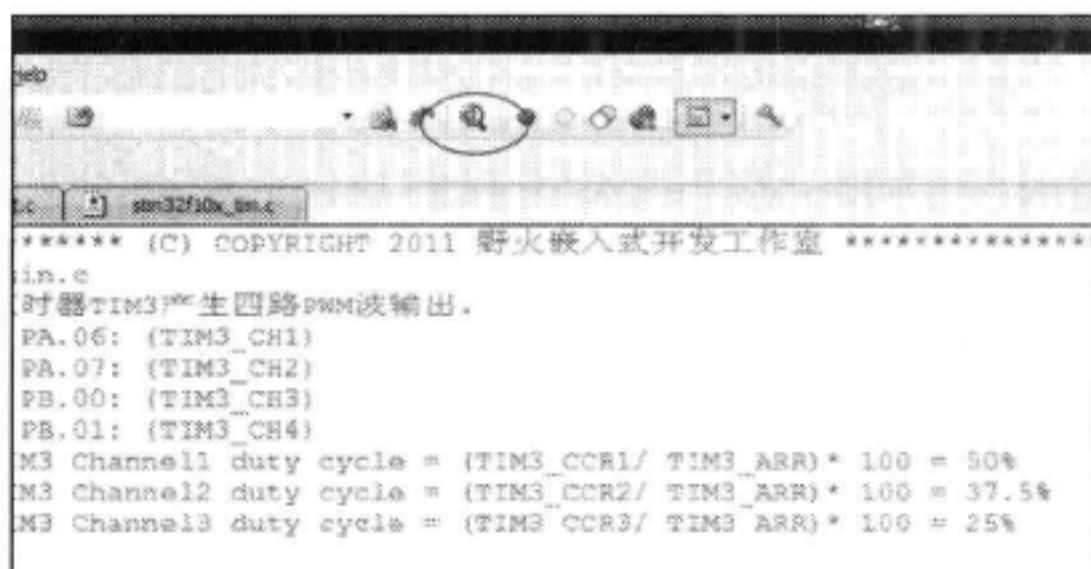

图 13-13 点击 Start Debug Session 图标
1) 点击 Start/Stop Debug Session 选项图标, 见图 13-13。